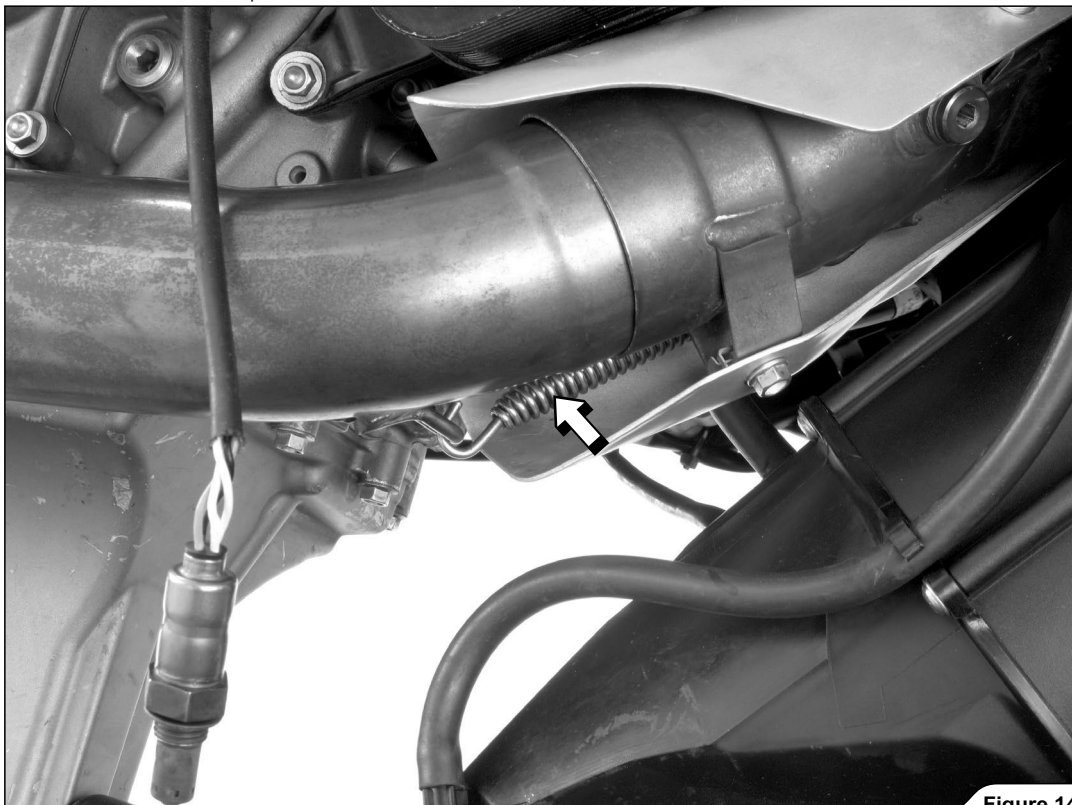

Figure 14
10. フロントマニホールドの図に示すスプリングを外します (図 14)。